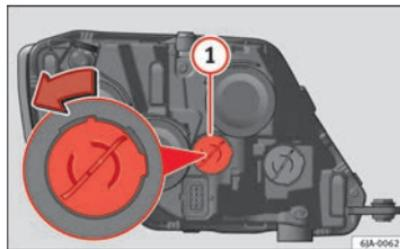

Fig. 158 Substituição da lâmpada da luz diurna
- Rode o porta-lâmpadas ⇒ Fig. 158 ① para a esquerda e retire-o.